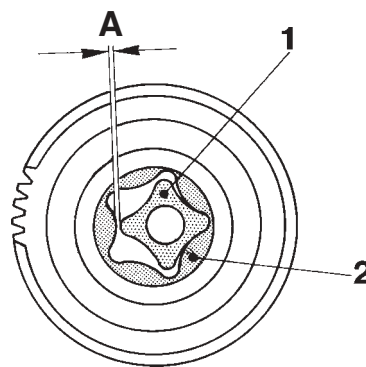

Fig. 84 Contrôle du jeu de la pompe à huile
2. Vérifier le jeu entre le rotor extérieur et le rotor intérieur (figure 84). Le jeu maximal permis est de 0,25 mm.